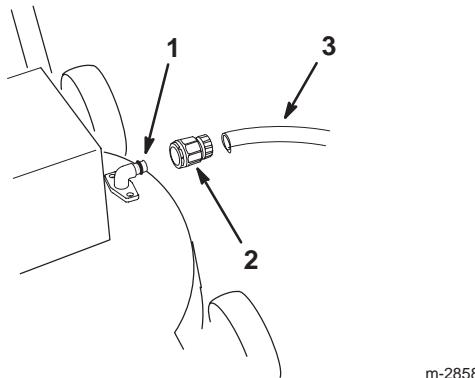

Figure 16
3. Branchez le raccord à l'embout de lavage (Fig. 16).